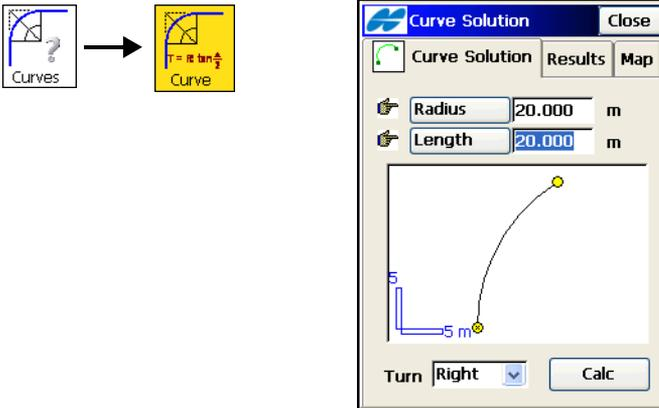

Abbildung 10-8. Kurvenlösung
1. Wählen Sie im Fenster **Kurvenlösung** die Krümmungsparameter (*Radius*, *Sehne deg* oder *Kurve deg*) sowie die Längenparameter (*Länge*, *Sehne*, *Tangente*, *Mittl. Ord.*, *TSP-Kur*, *KA-KMP-KE*) und den Drehsinn (Abbildung 10-8).